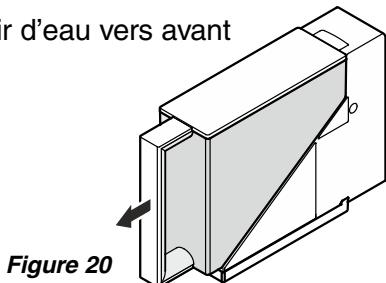

Figure 20
1. Retirer le réservoir d'eau vers avant (**Figure 20**).
S'assurer que le tiroir est complètement fermé. (**Figure 20**).